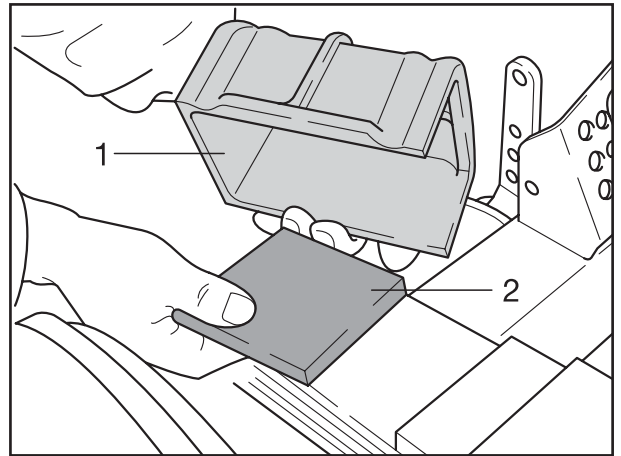

Fig. 4
- [10] Je äußeres Federspanngehäuse (Fig. 4/1), neue Gummipatte (Fig. 4/2) einlegen und Federspanngehäuse aufsetzen.
[10] Insert new rubber plate (Fig. 4/2) into each outer spring housing (Fig. 4/1) and fit spring housings.
[10] Placer une plaque en caoutchouc neuve (fig. 4/2) dans chacun des carters de ressort externes (fig. 4/1) et mettre les carters en place.